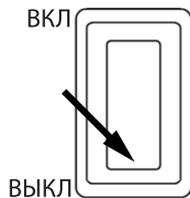

Рис. 12
- Переверните переключатель зажигания в положение «Выкл» (Рис. 12, 13)